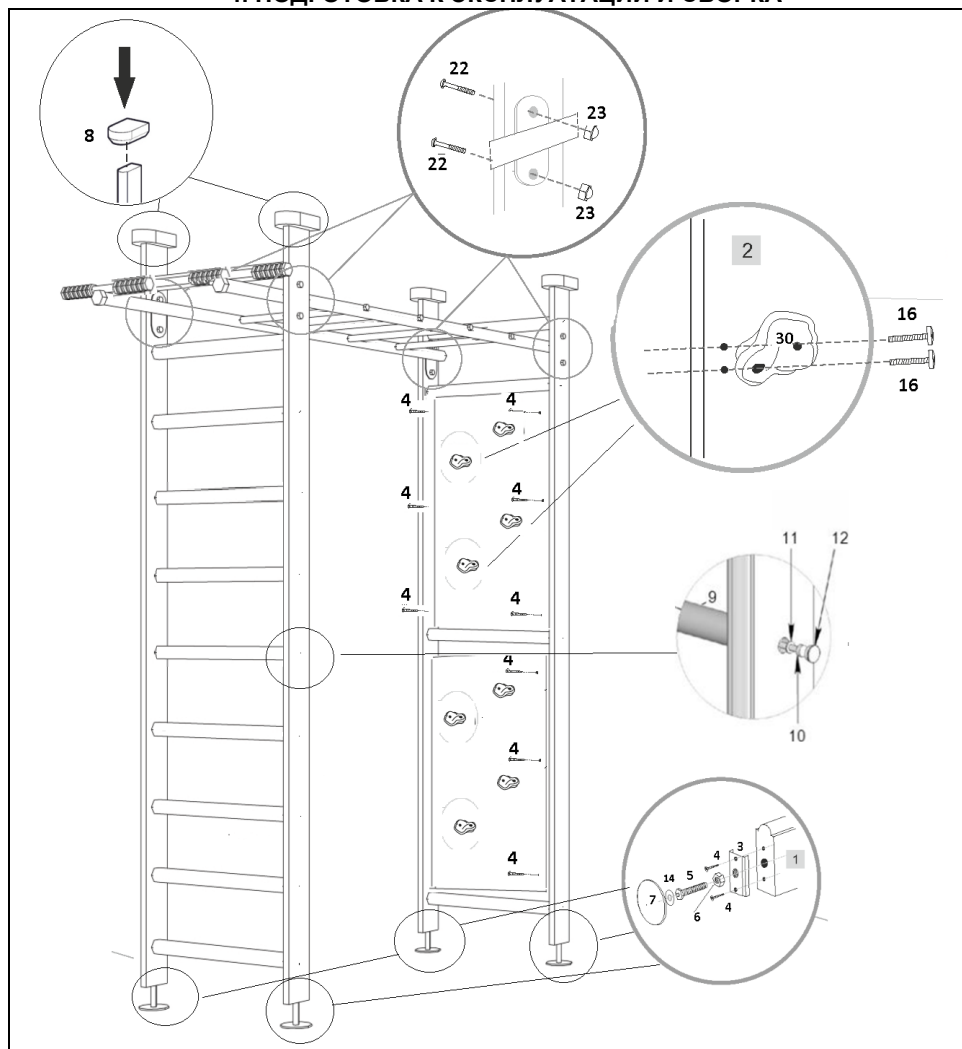
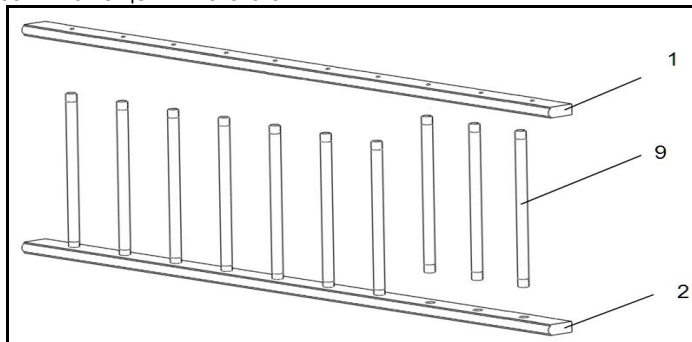

Рисунок 1
Рисунок 2
4.1.4. Разложить зеркально стойки (№1, №2). Вставить ступени-поперечины (№9) в соответствующие отверстия стоек (№1, №2) (рисунок 2). С помощью саморезов (№10) и шайб (№11) закрепить поперечины к стойкам. Установить заглушки (№12) (рисунок 1).
4.1.6. Выбрать место для установки Комплекса. Установить стойки шведской стенки вертикально болтами-домкратами (№5) на опоры нижние (№7). На верхних концах стоек шведской стенки установить декоративные упоры (№8) (Рисунок 1).
4.2.3. Разложить зеркально стойки (№1). Вставить ступени-поперечины (№9) в соответствующие отверстия стоек (№1) (рисунок 2). С помощью саморезов (№10) и шайб (№11) закрепить поперечины к стойкам. Установить заглушки (№12) (рисунок 1).
4.2.5. Выбрать место для установки Комплекса. Установить стойки шведской стенки вертикально болтами-домкратами (№5) на опоры нижние (№7). На верхних концах стоек шведской стенки установить декоративные упоры (№8) (Рисунок 1).
4.3.3. Установить кронштейны турника (№16) на лестницы и закрепить верхнюю часть в просверленных ранее отверстиях стоек, используя мебельные болты (№22) и гайки (№23) (рисунок 1).